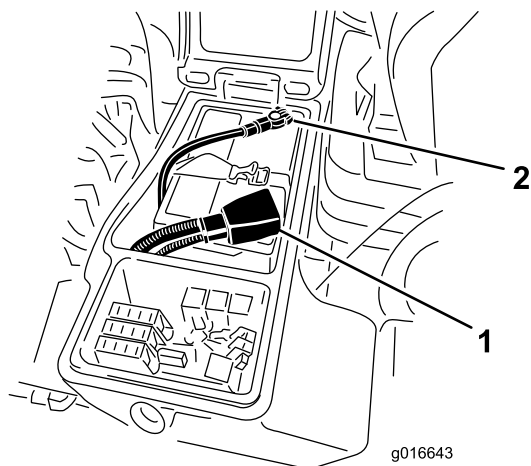

Figura 123
1. Conecte el cable positivo (rojo) al borne positivo (+) de la batería (Figura 123).